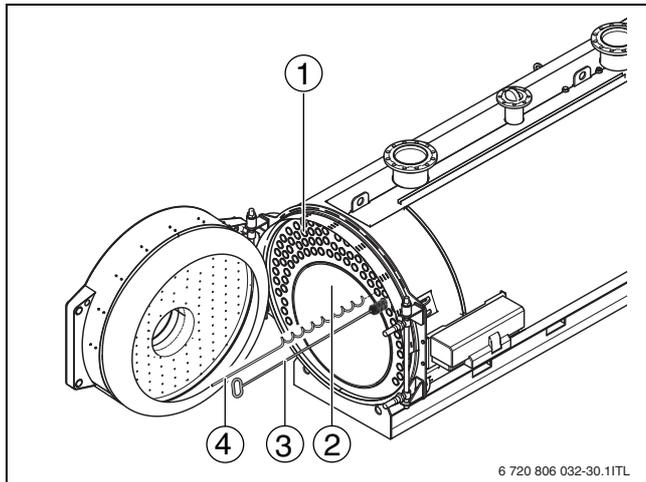

Рис. 28 Чистка поверхностей нагрева
- ▶ Удалите остатки продуктов горения из топочной камеры (→ рис. 28, стр. 30), газоотводящих каналов, а также из сборного коллектора дымовых газов и отвода конденсата.